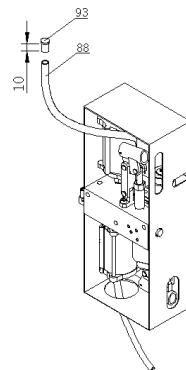

Figura 2
Quite el tapón (93) del tubo de aceite (88), cortando el tubo de aceite con el tapón de aprox. 10 mm de largo. (vea Figura 2).